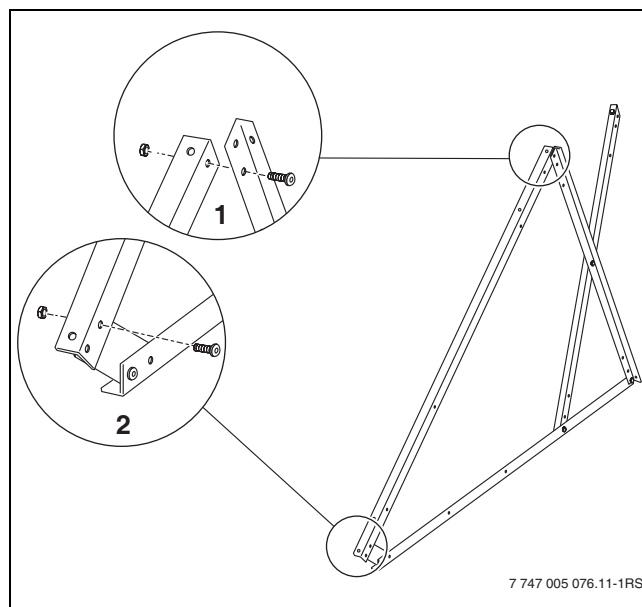

Fig. 11 Montar el perfil de soporte del captador
- Atornillar el perfil de soporte del captador por arriba al perfil de soporte acumulador (Fig. 11, (1)) y por debajo al apoyo (2).